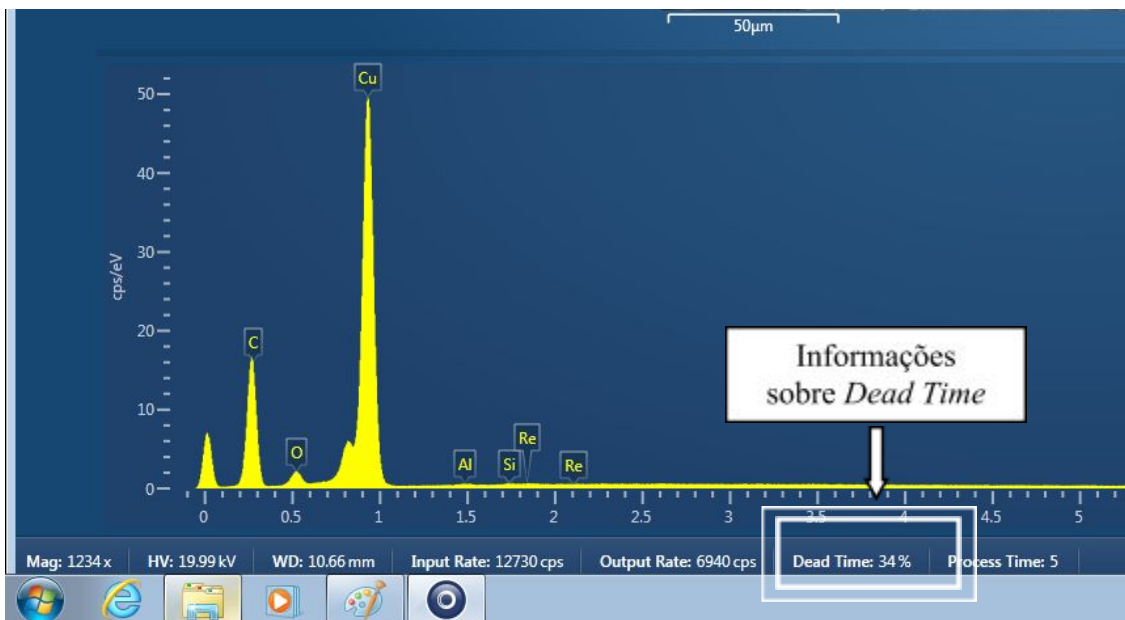

Figura 15. Informações sobre *Dead Line* em sua análise.
- Figura 15. Informações sobre *Dead Line* em sua análise.
Atenção: Fique atento à informação sobre dead time disponível na parte inferior do seu monitor (Figura 15). Ele não deve passar de 40%.